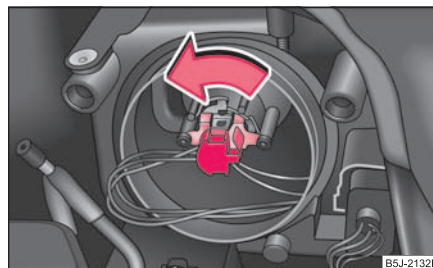

Abb. 213 Ausbau der Glühlampe für Abblend- und Fernlicht
- Beim Scheinwerfer mit Modul (Halogenlampe H7) ⇒ Abb. 213 den Stecker mit der Halogenlampe bis zum Anschlag nach links drehen und herausnehmen.